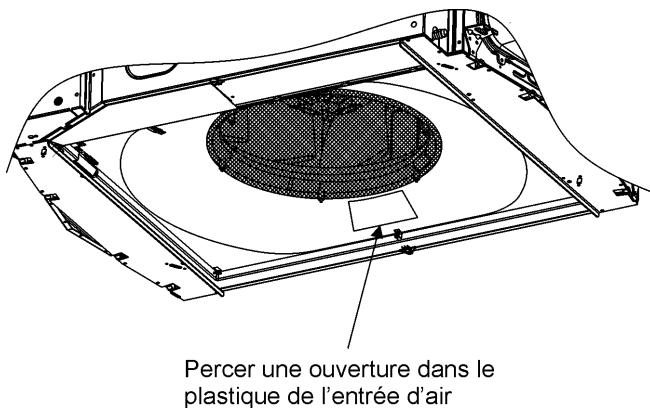

Fig. 10. Ouverture du plastique de l'entrée d'air frais
- A. Avec un couteau, percer une ouverture dans le plastique de l'entrée d'air (cf. fig. 10).